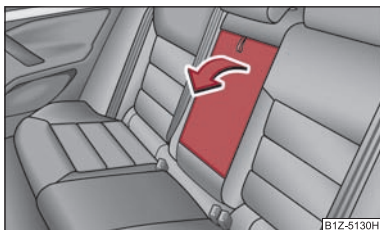

Abb. 63 Rücksitze: Armlehne
- Die Armlehne können Sie zur Komforterhöhung an der Schlaufe herunterklappen ⇒ Abb. 63. ■